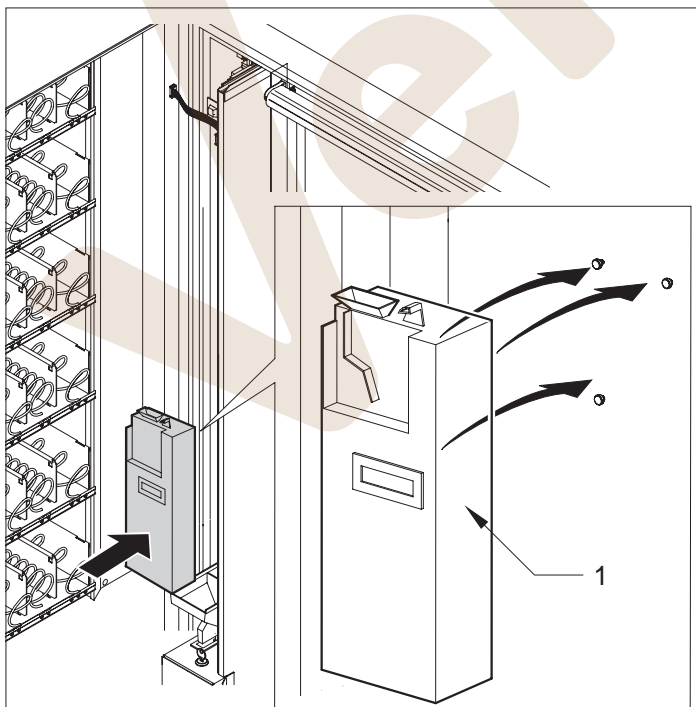

Fig. 6.12
- Montar el monedero (Fig. 6.12-pos.1) conectarlo con la placa Master